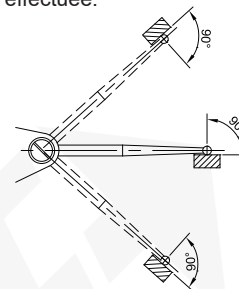
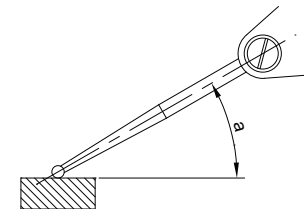

fig.4
fig.5
- 3. Pendant la mesure, les stylets doivent être perpendiculaires à la direction de mesure (fig. 4). Lorsque les stylets forment un angle avec la direction de mesure (fig. 5), la correction suivante doit être effectuée.